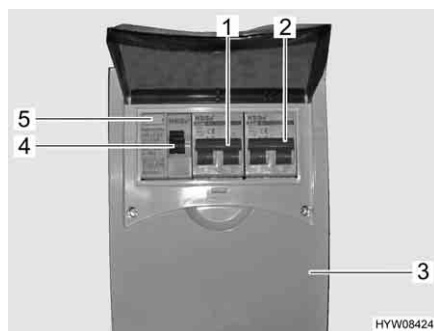

Fig. 104 Scatola dei fusibili a 230 V con interruttore di sicurezza e interruttore automatico FI
Un interruttore di sicurezza per correnti di guasto (interruttore automatico FI) (Fig. 104,5) nella scatola dei fusibili (Fig. 104,3) protegge l'intero veicolo da correnti di guasto (0,03 A).
L'interruttore di sicurezza collegato in serie (10 A) (Fig. 104,1) protegge le prese da 230 V, la centralina elettrica, il caricabatteria supplementare e il frigorifero.
Per veicoli con accessori opzionali, p. es. il riscaldamento ad aria calda con riscaldatore elettrico a immersione o l'impianto di climatizzazione a tetto, un ulteriore interruttore di sicurezza (16 A) (Fig. 104,2) protegge l'apparecchio.
- Se il veicolo è collegato all'alimentazione a 230 V, premere il tasto di controllo (Fig. 104,4). L'interruttore di sicurezza per correnti di guasto (FI) deve scattare.